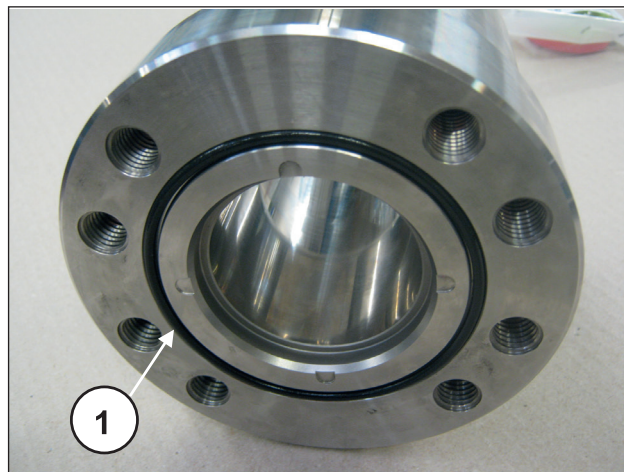
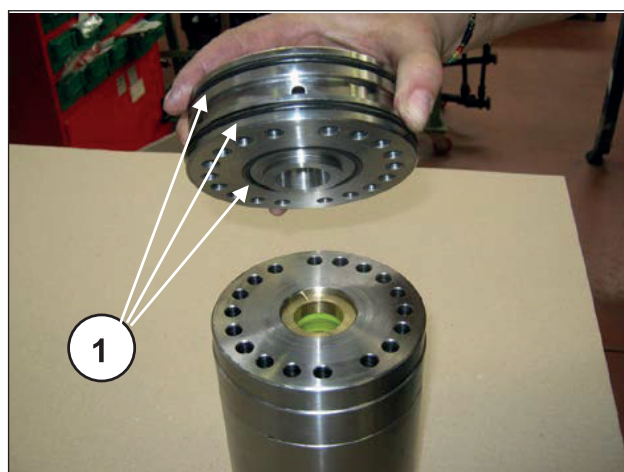

Рис. 179
Рис. 180
При каждой переборке клапанов заменяйте уплотнительные кольца и соответствующие кольца OR фронтального уплотнения между гильзой и торцом (поз. ①, Рис. 179), а также на опоре уплотнения НД с передней стороны в зоне отверстия рециркуляции (поз. ①, Рис. 180). Перед обратной сборкой почистите и просушите различные компоненты и все соответствующие посадочные места в торце.